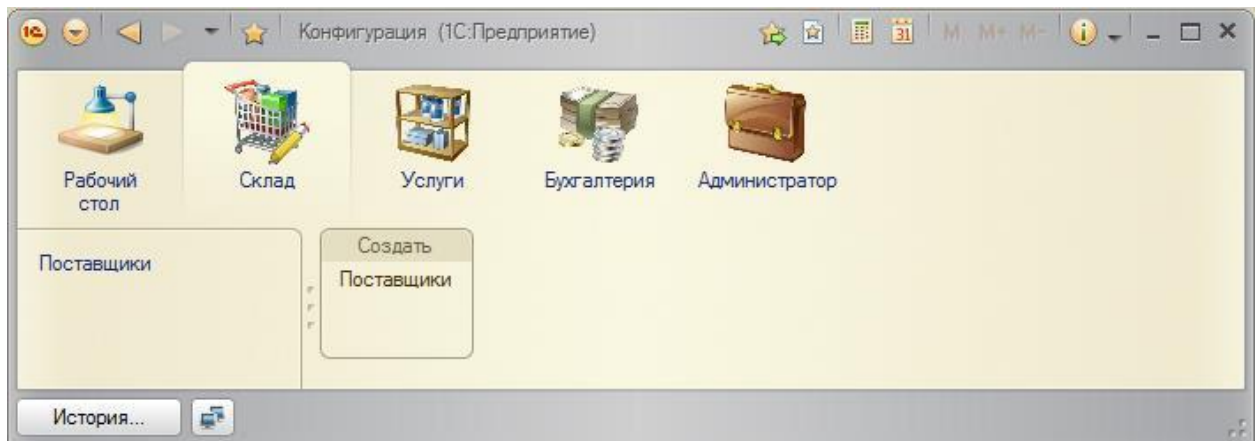

Рис. 23
■ результат представлен на рис. 23. Для добавления элемента справочника выполните команду «Создать» - откроется окно Поставщики: Новый (рис. 24).